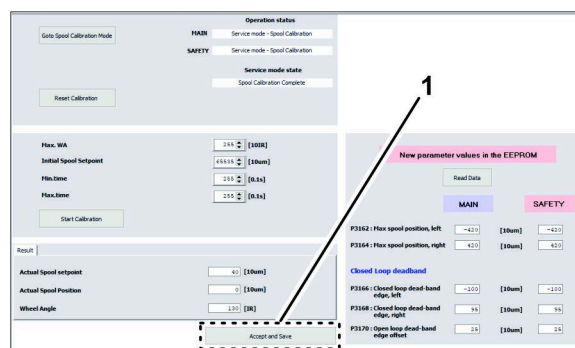

Figure 156
4. Au bas de l'écran d'étalonnage du tiroir, cliquez sur l'icône ACCEPT AND SAVE (accepter et enregistrer) (Figure 156).